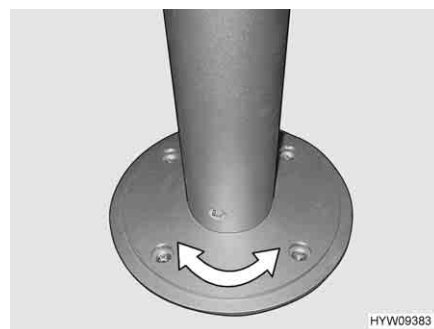

Fig. 80 Piede del tavolo a colonna (girevole)
- Ruotare il piano del tavolo nella posizione desiderata. A tale scopo occorre esercitare abbastanza forza, poiché il piano del tavolo ruota incontrando resistenza di attrito sul piede del tavolo a colonna (Fig. 80).